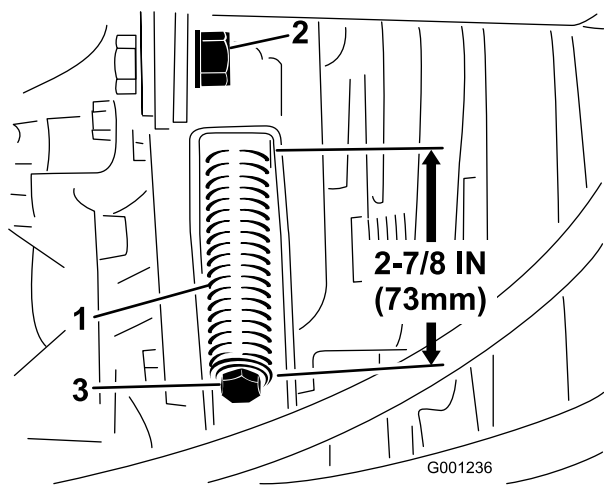

Figura 64
3. Desaperte a porca de bloqueio da barra tensora (Figura 64).
- Utilize uma chave de porcas com uma abertura de 1/2 pol. (13 mm) para apertar ou desapertar a mola tensora (Figura 64). Ajuste a mola de modo a ficar com um comprimento de 73 mm.
- Desaperte a porca de bloqueio da barra tensora (Figura 64).
- Utilizando uma chave de porcas com uma abertura de 1/2 pol. (13 mm), desaperte até ao fim a mola tensora da correia (Figura 64).
- Instale a nova correia da tomada de força e ajuste a tensão da mola da polia para 73 mm (Figura 64).
- Aperte a porca de bloqueio (Figura 64) e feche o capot.